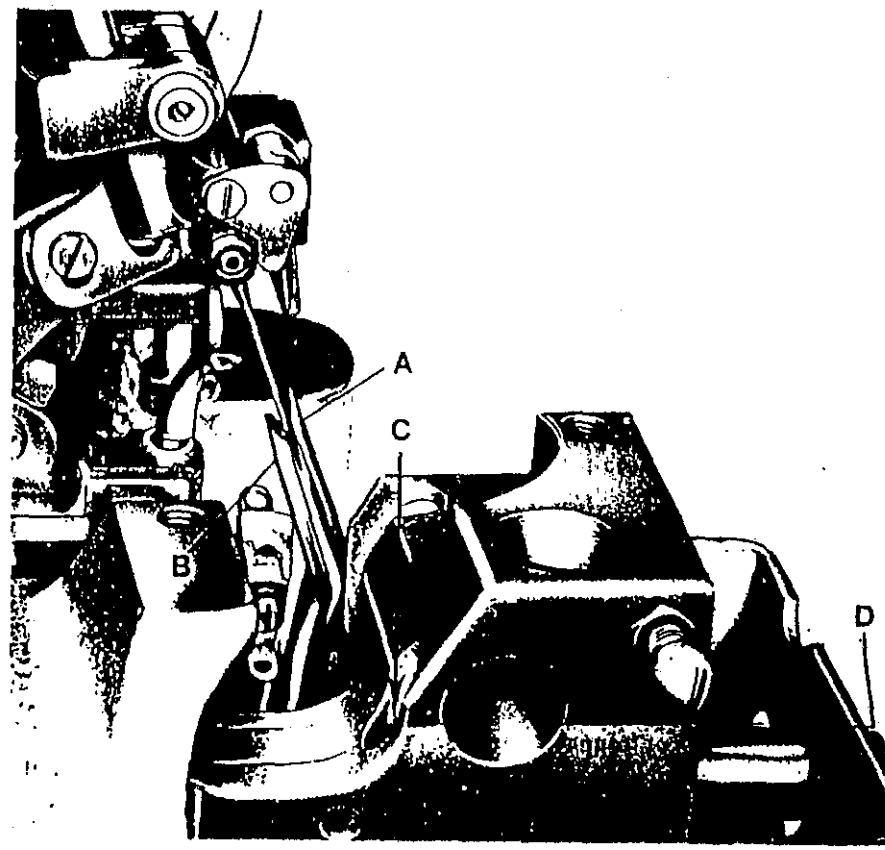

Fig. 12
Lo spingi asola A (fig. 12) deve essere montato in modo che, con ago al punto morto inferiore, sia accostato a questo e la punta del crochet inferiore nella sua corsa verso destra venga a sfiorare l'ago stesso. In questa posizione bloccare lo spingi asola con la vite C (fig. 12).
Montare il salva ago B (fig. 12), avvicinandolo all'ago quando questo si trova al punto morto inferiore.
Bloccare il salva ago con la vite D (fig. 12), alla quale si accede attraverso il foro appositamente previsto, sulla parte anteriore del carter laterale.
The front needle-guard must be fixed so that it is close to the needle when the latter is at its lowest point of travel, and the point of the lower looper at the same time grazes the needle. Fix it in this position with the screw C (Fig. 12).
Fix the rear needle-guard B (Fig. 12), bringing it up to the needle when the latter is at its lowest point of travel. Fix the rear needle-guard with the screw D (Fig. 12) which is accessible through the hole bored in the front part of the side cover.
Fig. 12 bis - spingi asola e salva ago (329)
Fig. 12 ter - spingi asola (330)